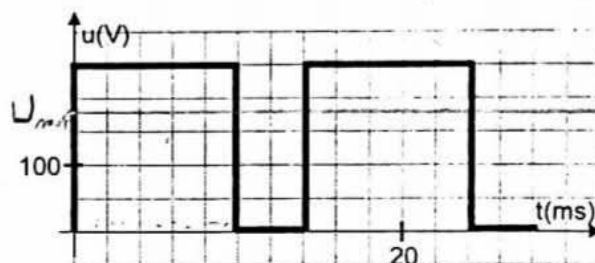

Figure 4
L'allure de la tension $u(t)$ est donnée par la figure 4 :
- 0,5 B-2- A partir de la figure 4, déterminer la tension V_1 délivrée par la source de tension.
- 1 B-4- Calculer la valeur moyenne de $u(t)$ puis représenter cette tension sur la figure 4